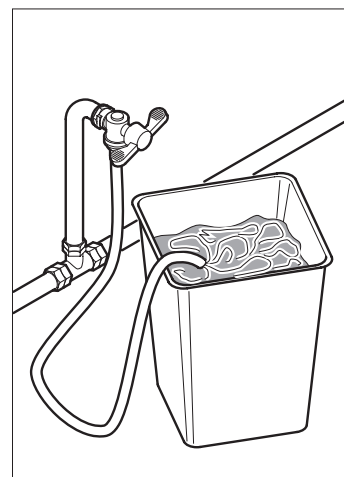

Fig. 6.4
- Prima di effettuare il collegamento idrico, far fuoriuscire dell'acqua dal rubinetto per eliminare eventuali tracce di impurità e tracce di sporco (Fig.6.4).